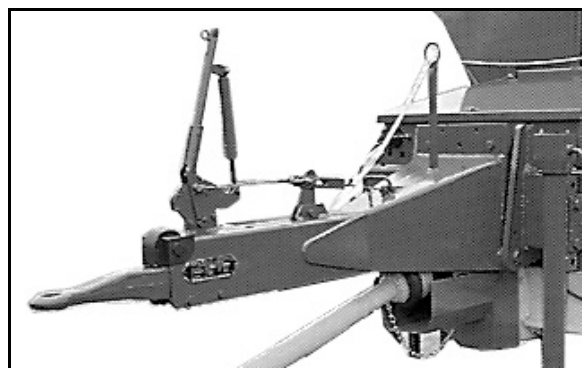

Fig. 32
- Drag för tillkoppling till lantbruksdrag (Fig. 32) med påskjutsbroms och backautomatik,